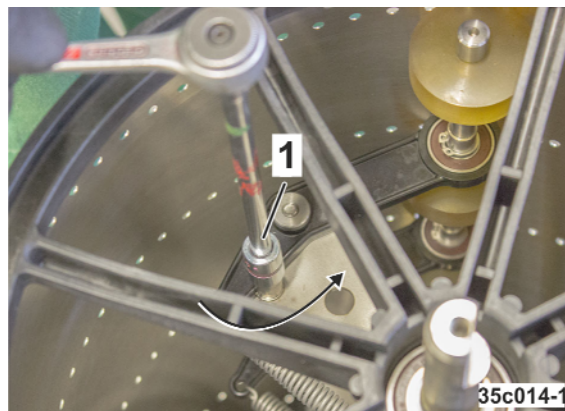

Fig. 333
3. Drej aflastningsbolt (Fig. 333/1) ca. en halv omdrejning videre